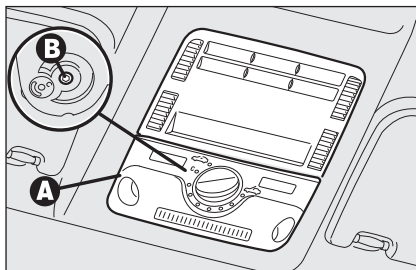

fig. 89
- ☐ Premere in corrispondenza delle tacche sulla plafoniera per sganciare le mollette e rimuovere la plafoniera anteriore **A-fig.89**.